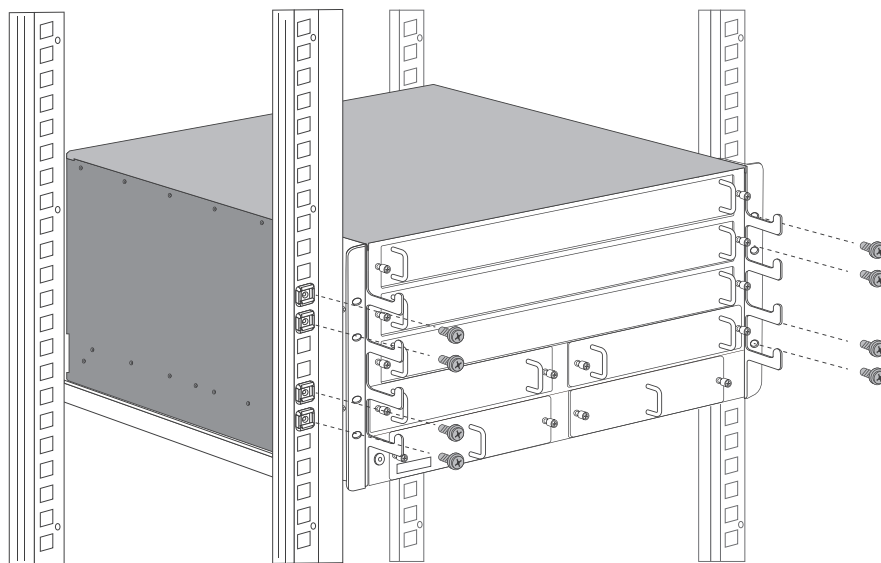

图2-2 机架安装示意图
3. 用螺钉将L型角铁固定在机架两端固定的导槽上，确保交换机稳定、水平地安装在机架上，如图2-2所示。